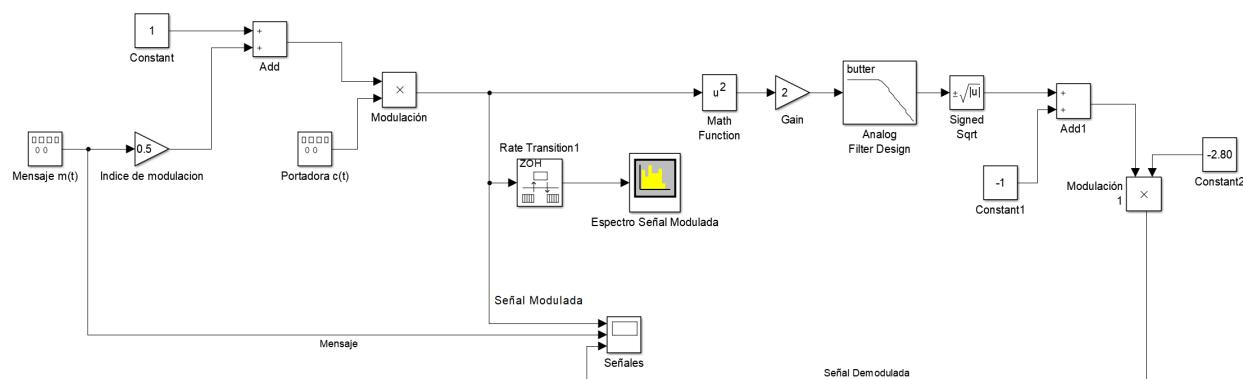

Figura 3: Bloque Modulador y Demodulador AM
1. Localice el archivo **MOD\_DEM\_AM.slx** y proceda a abrirlo. Es importante que inspeccione el archivo y los bloques estén interconectados de forma correcta. En la figura 3 se muestra el diagrama de bloques para un modulador y demodulador en Simulink.